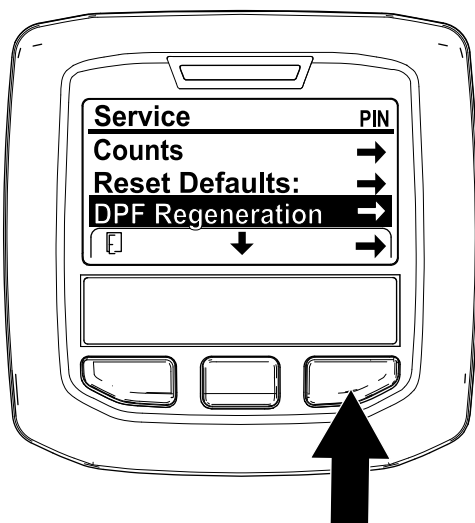

Figura 32
- Accedete al menu Service e premete il pulsante centrale per scorrere il menu verso il basso fino all'opzione DPF REGENERATION ((Rigenerazione FAP) (Figura 32).
- Premete il pulsante destro per selezionare la voce DPF Regeneration (Figura 32).